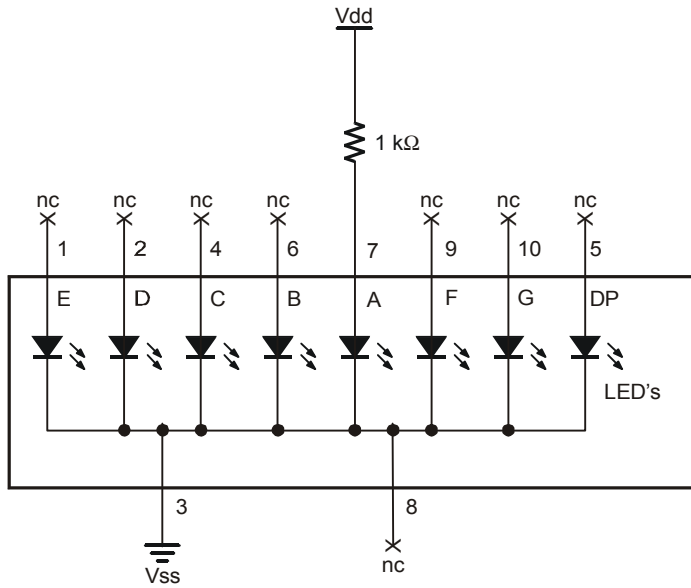
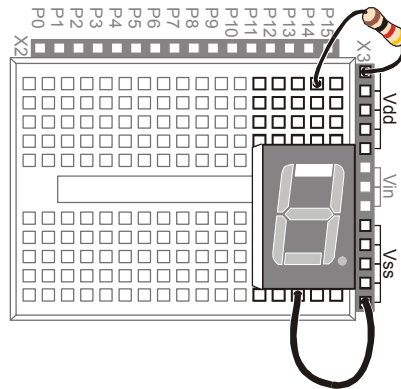

Figura 6-4
Figura 6-5
- √ Costruite i circuiti mostrati nelle Figura 6-4 e Figura 6-5 sulla vostra Board of Education o HomeWork Board dopo averle spente.